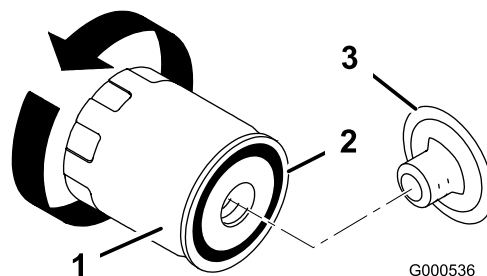

Figura 27
- All'occorrenza, cambiate il filtro dell'olio (Figura 27).
- Togliete il filtro usato e tergete la superficie della guarnizione del riduttore del filtro (Figura 27).
- Spalmate un velo di olio pulito sulla guarnizione di gomma del filtro di ricambio (Figura 27).
- Montate il filtro dell'olio di ricambio sul riduttore. Girate il filtro in senso orario finché la guarnizione di gomma non tocca il riduttore, quindi serrate il filtro di un altro 1/2 o 3/4 di giro (Figura 27).